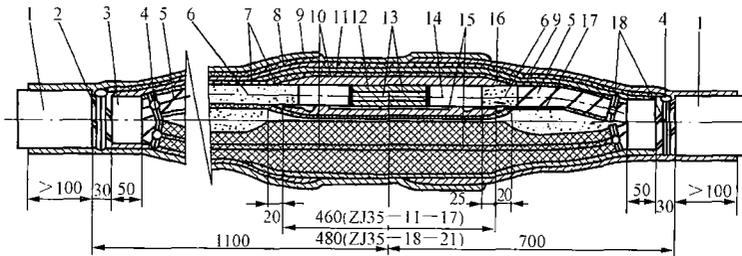

图 E-11
**Jb5E4008** 如图 E-11 所示, 标出 35kV 交联电缆预制接头结构的各部名称。